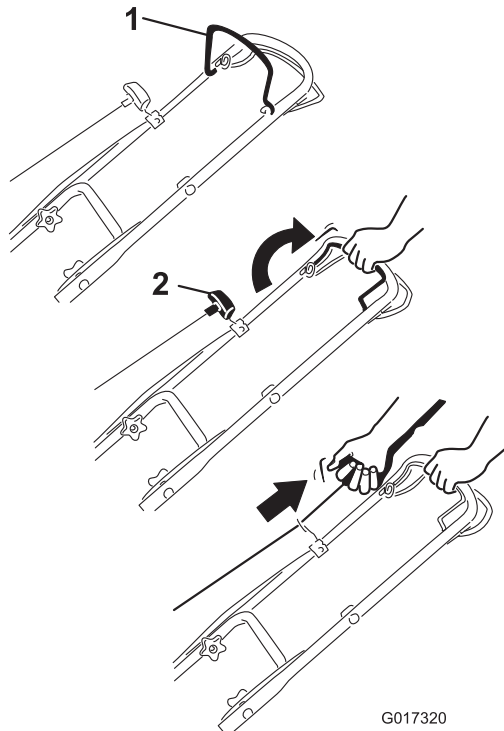

Figura 13
1. Sujete la barra de control de las cuchillas contra el manillar (Figura 13).
2. Tire suavemente del arrancador hasta que note resistencia, luego tire con fuerza. Deje que la cuerda vuelva lentamente al manillar (Figura 13).